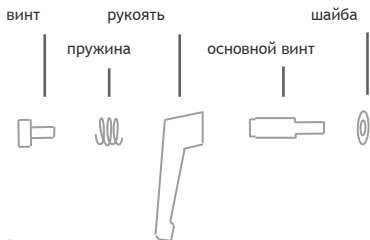

Рис.19
1.Снимите регулировочную рукоять и полностью разберите ее на комплектующие: винт, пружину, ручку, главный болт и медную гайку (см. рис. 19).